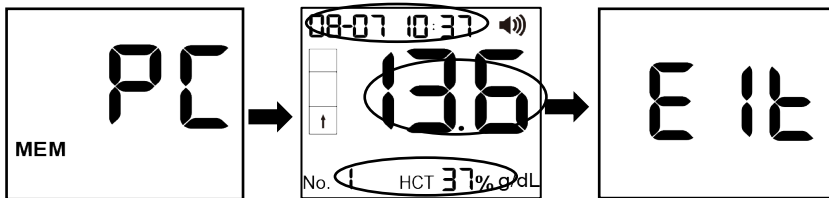

Abb. 20
- Drücken Sie die Taste ⏻ , um diesen Modus aufzurufen. (Siehe Abb. 20)